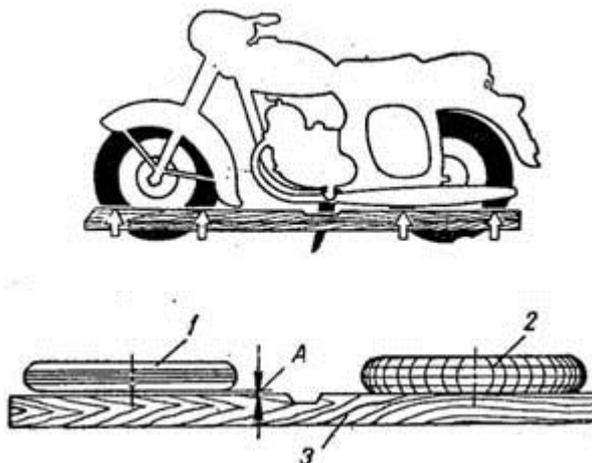

Рис. 48. Проверка взаиморасположения колес при помощи деревянной планки:
3. Проверить взаиморасположение колес и при необходимости установить их в одной плоскости (рис. 48). Колеса должны обязательно находиться в одной плоскости.
4. Завинчивая или отвинчивая регулировочные гайки на оттяжках заднего колеса, установить заднее колесо так, чтобы шаблон одновременно касался каждого колеса в двух точках (рис. 48).